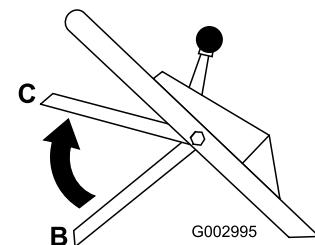

Figure 22
4. Ramenez la barre de commande à la position centrale, soit 12,7 cm (5") environ au-dessous de la barre transversale du guidon (position C à la Figure 22).
- Relâchez la barre de commande de la lame (position B à la Figure 22).